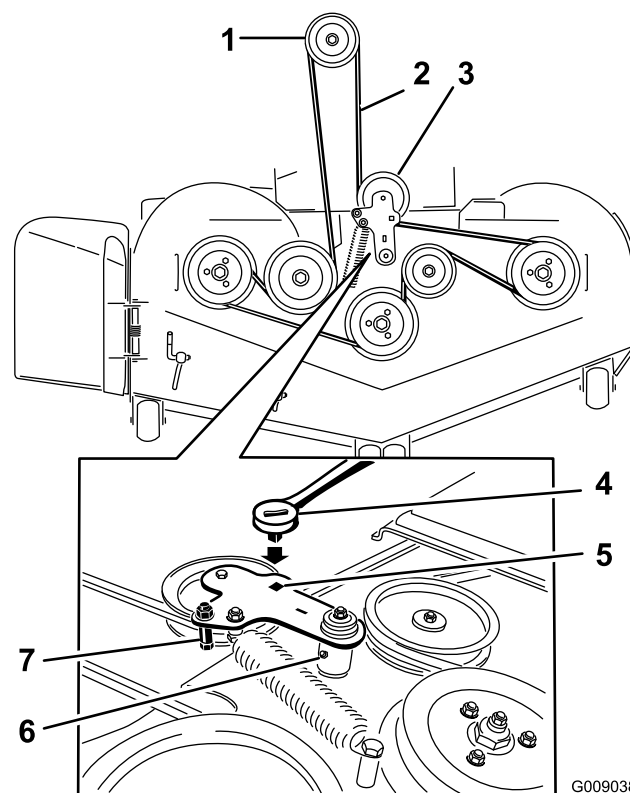

Figure 103
5. Soulevez le bac de plancher et insérez un rochet dans le trou carré de la poulie de tension du tablier (Figure 103).
6. Tournez la poulie de tension dans le sens horaire et déposez la courroie du tablier (Figure 103).